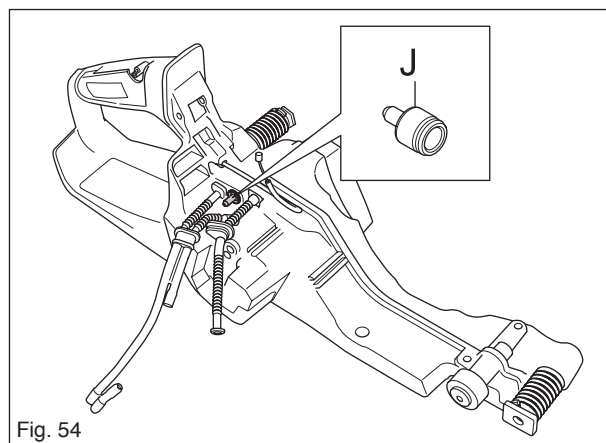

Fig. 54
2. Desserrer le tuyau de surpression conformément à la figure 54. Brancher la pompe, réf. 531 03 06-23, à la soupape de réservoir J.